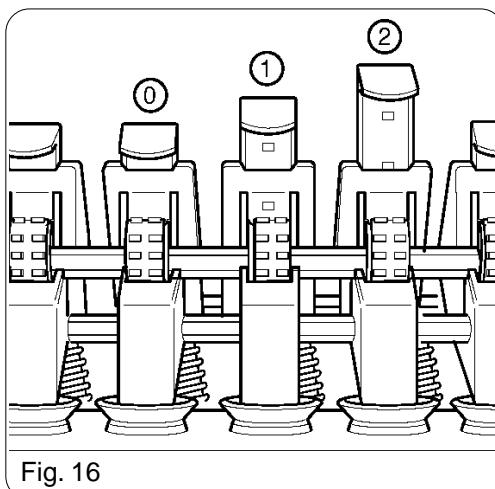

Fig. 16
Le lamine di chiusura bocchette (C Fig.13) di uscita del seme dalla trammoggia, hanno **tre posizioni di regolazione** (Fig.16):
*The discharge mouth closing blades (C Fig. 13) for the discharging of the seeds from the hopper, have **three adjustment positions** (Fig. 16):*
Die blätter zum Verschluß (C Fig.13) der Samenausgangsstutzen des Trichters haben drei Einstell-positionen (Abb. 16).
*Les lames pour la fermeture des goulots de sortie des graines de trémie (C Fig. 13) **ont trois positions de réglage** (Fig. 16):*